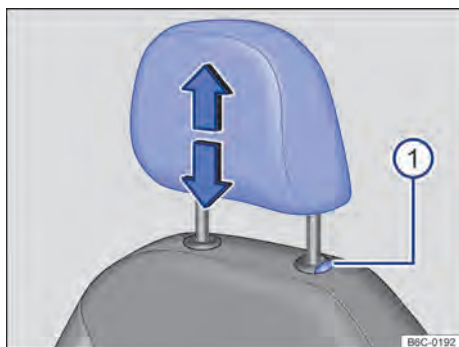
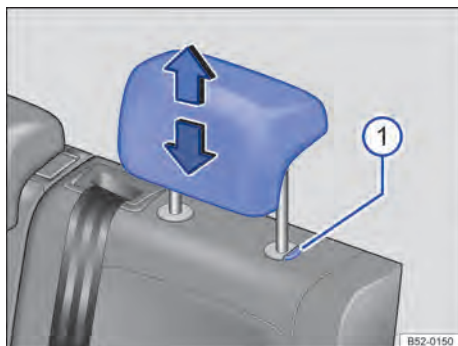

Fig. 65 Apoio para cabeça dianteiro: ajustar.
Fig. 66 Apoio para cabeça traseiros: ajustar.
- Deslocar o apoio para cabeça para cima ou para baixo na direção da seta com o botão → Fig. 65 ① ou → Fig. 66 ① pressionado → ⚠ na página 76 em *Introdução ao tema*.